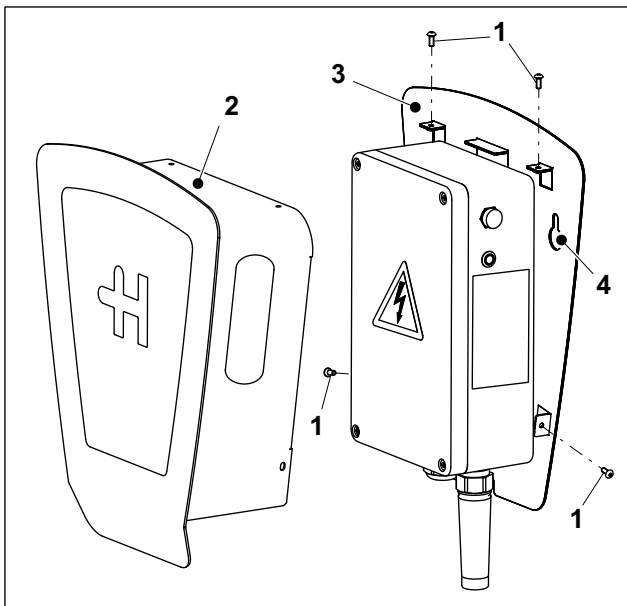

Abb. 7 Heidelberg Wallbox Home Eco mit Abdeckhaube
10. Die Abdeckhaube aufsetzen und mit den vier Schrauben M4x10 (Abb. 7/1) festziehen (1,8 Nm). Die vier Schrauben sind Beipackzubehör.